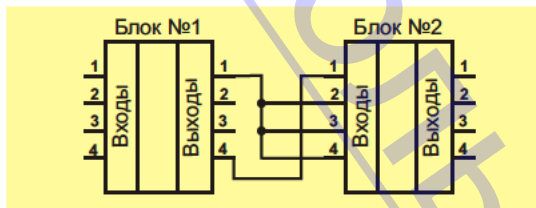

Рис. 6
7.3.11 **Программирование** (соединение выходов и входов функциональных блоков) производится с помощью пиктограммы **Соединить** (см. пункт 7.3.6; Рис. 11). Так как условно входы функциональных блоков находятся слева, а выходы справа (Рис. 6), а программа пишется слева направо (то есть выходы блоков подключаются (соединяются) к входам), то при выборе двух блоков, которые необходимо соединить связью (связями), сначала в схеме выбирается блок источник данного сигнала, затем нажимается пиктограмма **Соединить**, а потом выбирается блок приемник сигнала (связи).